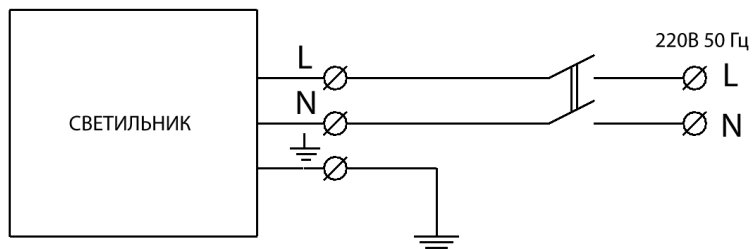
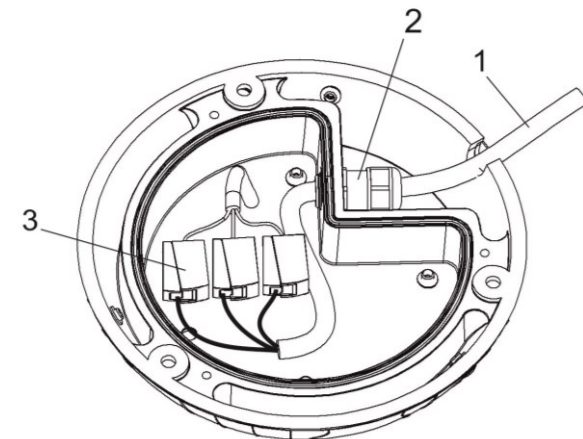

Рисунок 3 Схема подключения светильника
Рисунок 2 Схема монтажа сетевого провода в светильник.
- Заведите сетевой провод (поз.1 рис 2) через гермоввод (поз.2 рис 2) внутрь светильника. Подсоедините сетевые провода к клеммной колодке (поз.3 рис.2) согласно схеме на рис.3. Затяните гермоввод. Закройте металлическую крышку на светильнике.